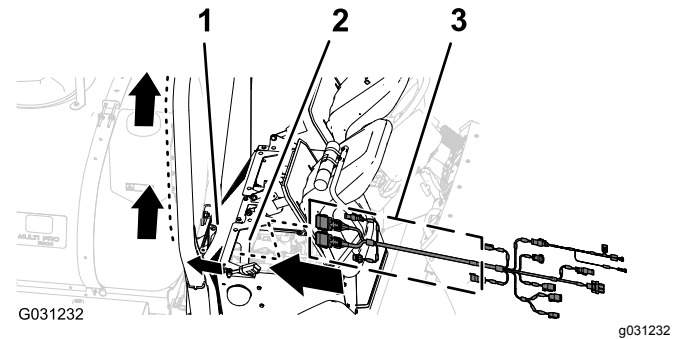

Bild 157
1. Verlegen Sie den 390-cm-Zweig des Datenkabelbaums in der rechten Seite des Motorraums (neben dem Luftfilter für den Motor) und nach hinten unter dem rechten, unteren Bereich der hinteren Motorhaube (Bild 157).